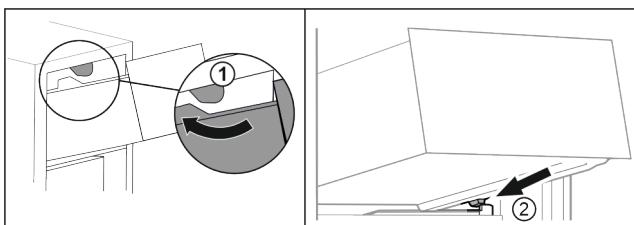

Fig. 68
- Duceți sertarul în jurul opritoarelor superioare. Fig. 68 (1)
- Așezați sertarul oblic în spatele opritoarelor inferioare pe nervura recipientului. Fig. 68 (2)